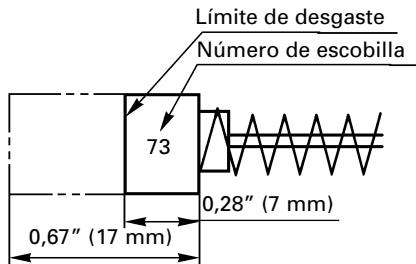

Fig. 19
## 4. Inspección de las escobillas: (Fig. 19)
**NOTA:** Utilice la escobilla Nº 73 de HITACHI indicada en la Fig. 19.